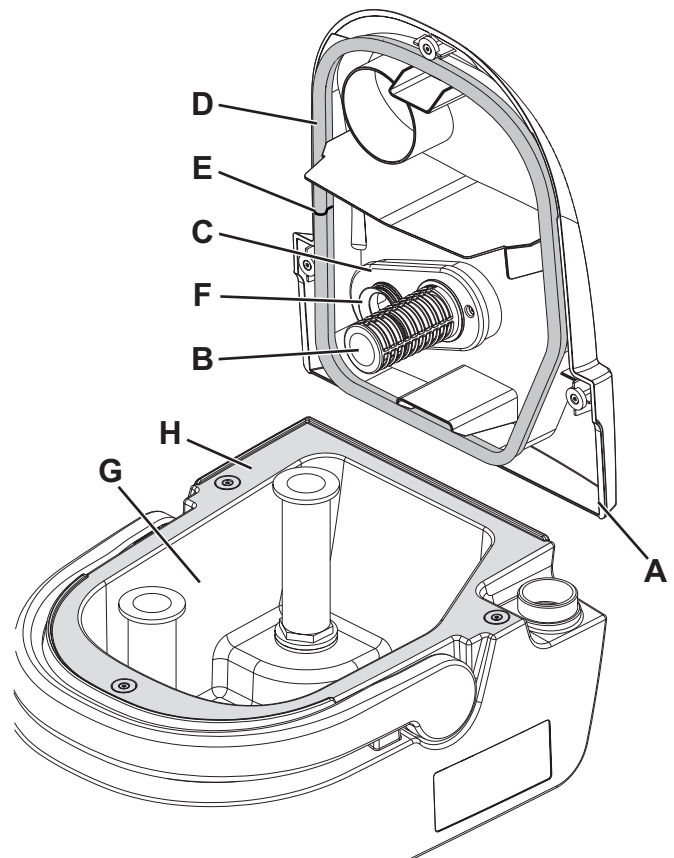

Figure 11
1. Soulever le bac des réservoirs (13) du corps de la machine en utilisant la poignée (15).
2. Enlever le couvercle (A, fig. 11) et le laver à l'eau et au détergent.
3. Démonter la grille d'aspiration (B) avec le flotteur et les nettoyer soigneusement.
4. Si besoin est, démonter le corps (C) puis nettoyer avec soin et remonter.
5. Contrôler l'intégrité du joint d'étanchéité (D) du couvercle du réservoir de l'eau de récupération.